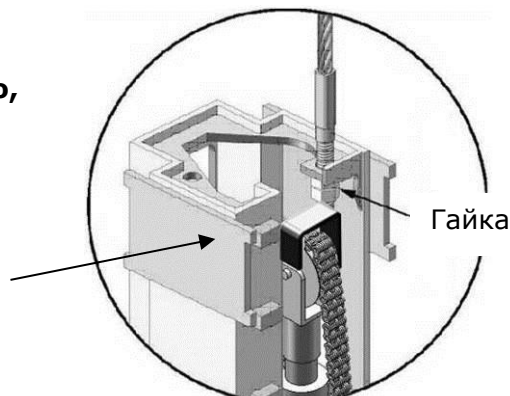

Рис. 34
1. Отрегулируйте синхронизацию тросов (См рис. 34)